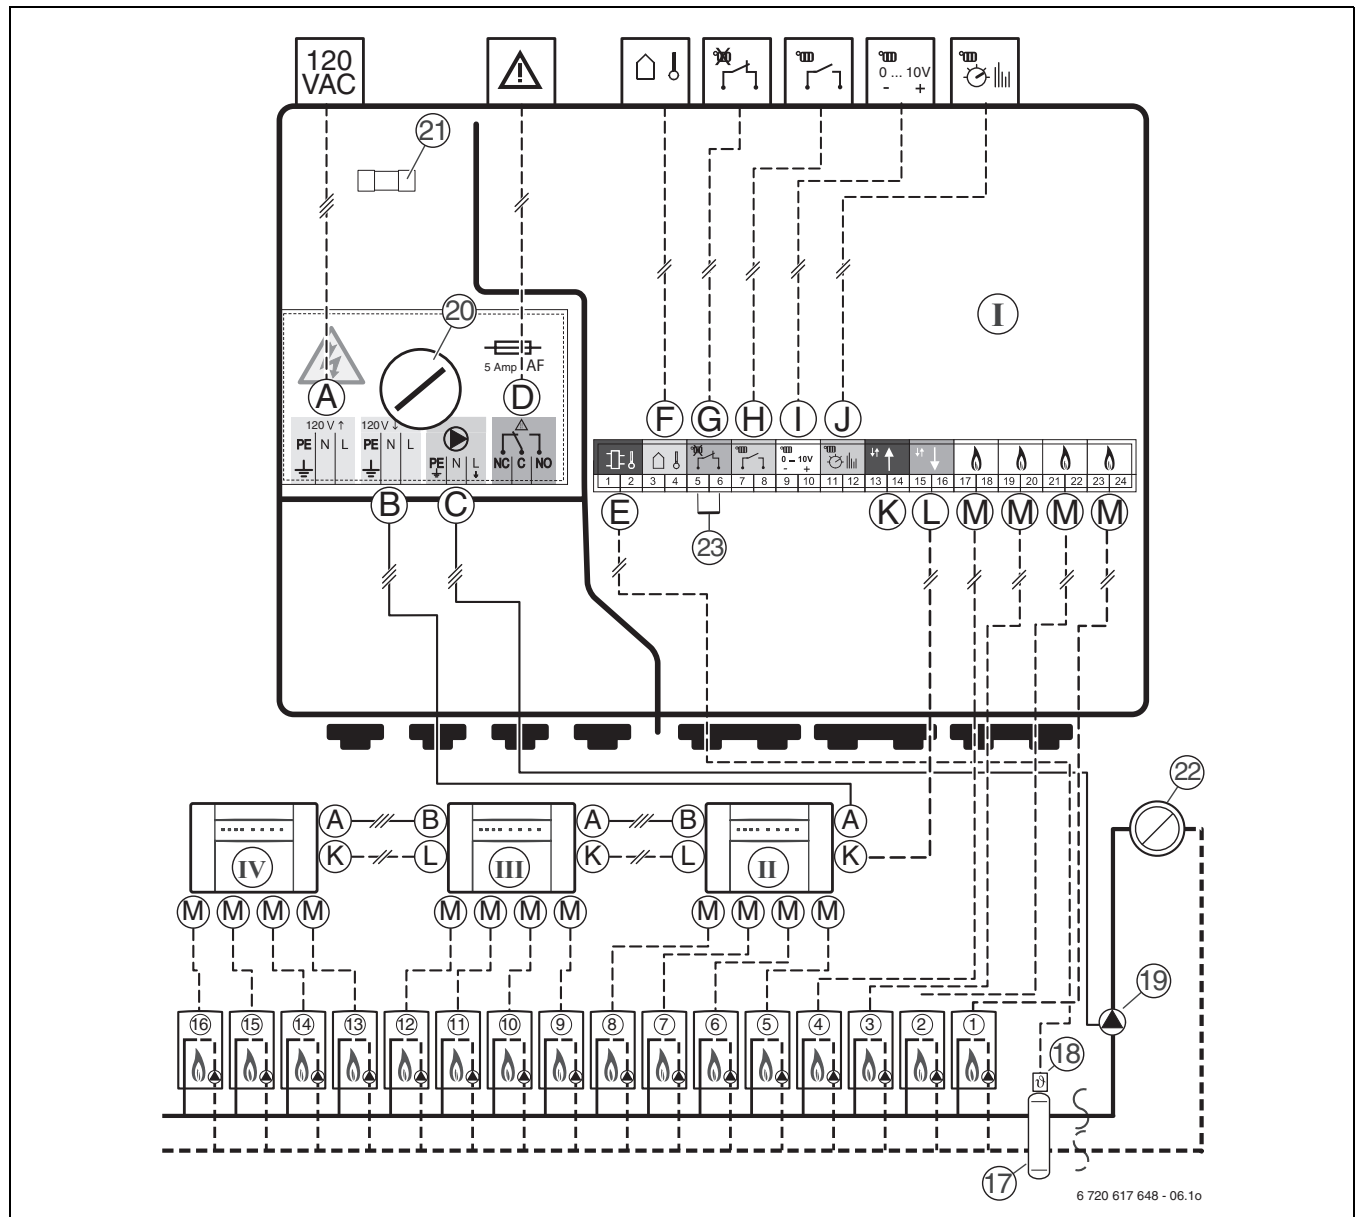

Fig. 6 Schéma de connexion
1) → fig. 6, page 29
Les modules ICM pilotent les chaudières en fonction des besoins calorifiques calculés par un thermostat. La demande de chaleur est communiquée à l'ICM de 4 manières différentes (→ fig. 6, bornes H, I ou J, page 29). Il existe 4 variantes de système possibles selon le thermostat utilisé (→ tabl. 6).
maximum (→ fig. 6, page 29). Un module ICM commande alors la cascade (ICM maître).
Le module ICM est équipé d'un contact de commutation externe (→ fig. 6, [G]). Pour les valeurs de référence de l'interrupteur (→ tabl. 3, page 23).
Cette variante présente un avantage : la possibilité de communication des modules pour la commande des circuits de chauffage avec le module ICM (→ fig. 6, page 29). Ce système garantit l'adaptation optimale de la quantité de chaleur produite par tous les circuits de l'installation de chauffage aux besoins réels. Grâce à cette variante du système, l'installation de chauffage assure un confort optimal pour une économie d'énergie maximale.
Les autres modules (→ fig. 6, [21], page 29) doivent être raccordés au BUS du thermostat.
- Respecter impérativement les schémas de connexion lors du câblage (→ fig. 6, page 29).
Un témoin lumineux de panne peut p. ex. être branché sur un contact de dysfonctionnement libre de potentiel (→ fig. 6, bornes D, page 29). L'état du contact de dysfonctionnement est également indiqué via une LED sur le ICM (→ tabl. 9, page 35).
En collaboration avec Hydronice 3, toujours connecter la sonde de température extérieure au module ICM (→ fig 6, page 29) et non à la chaudière.
La sonde départ commune doit être raccordée au WM10 (→ Notice d'installation WM10) avec la variante de système 1, et au ICM, borne E avec les variantes de système 2, 3, 4 et 5 (→ fig. 6, [18], page 29).
Utiliser la borne G (→ fig. 6, [23], page 29) pour connecter un commutateur de limite extérieure qui interrompt tous fonctionnement de la chaudière, lorsqu'il est interrompu. Enlever le cavalier [23] lors de l'installation une limite externe.